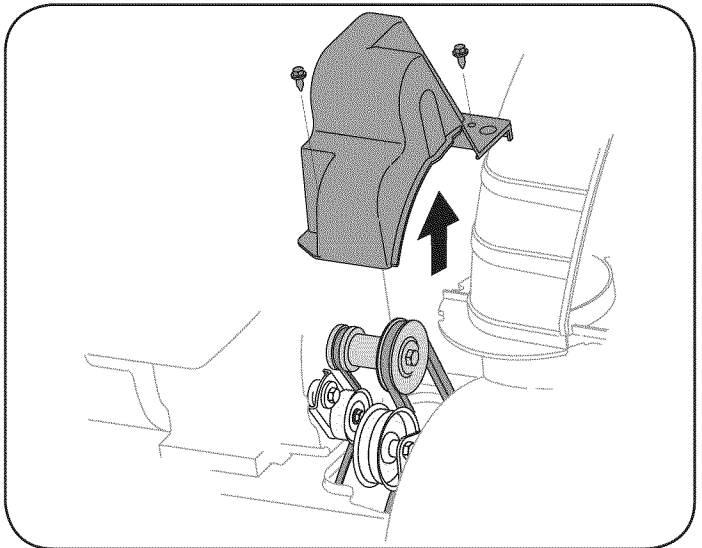

Figura 23
2. Saque la cubierta plástica de la correa ubicada en el frente del motor. Para ello saque los dos tornillos autorroscantes. Vea la figura 23.